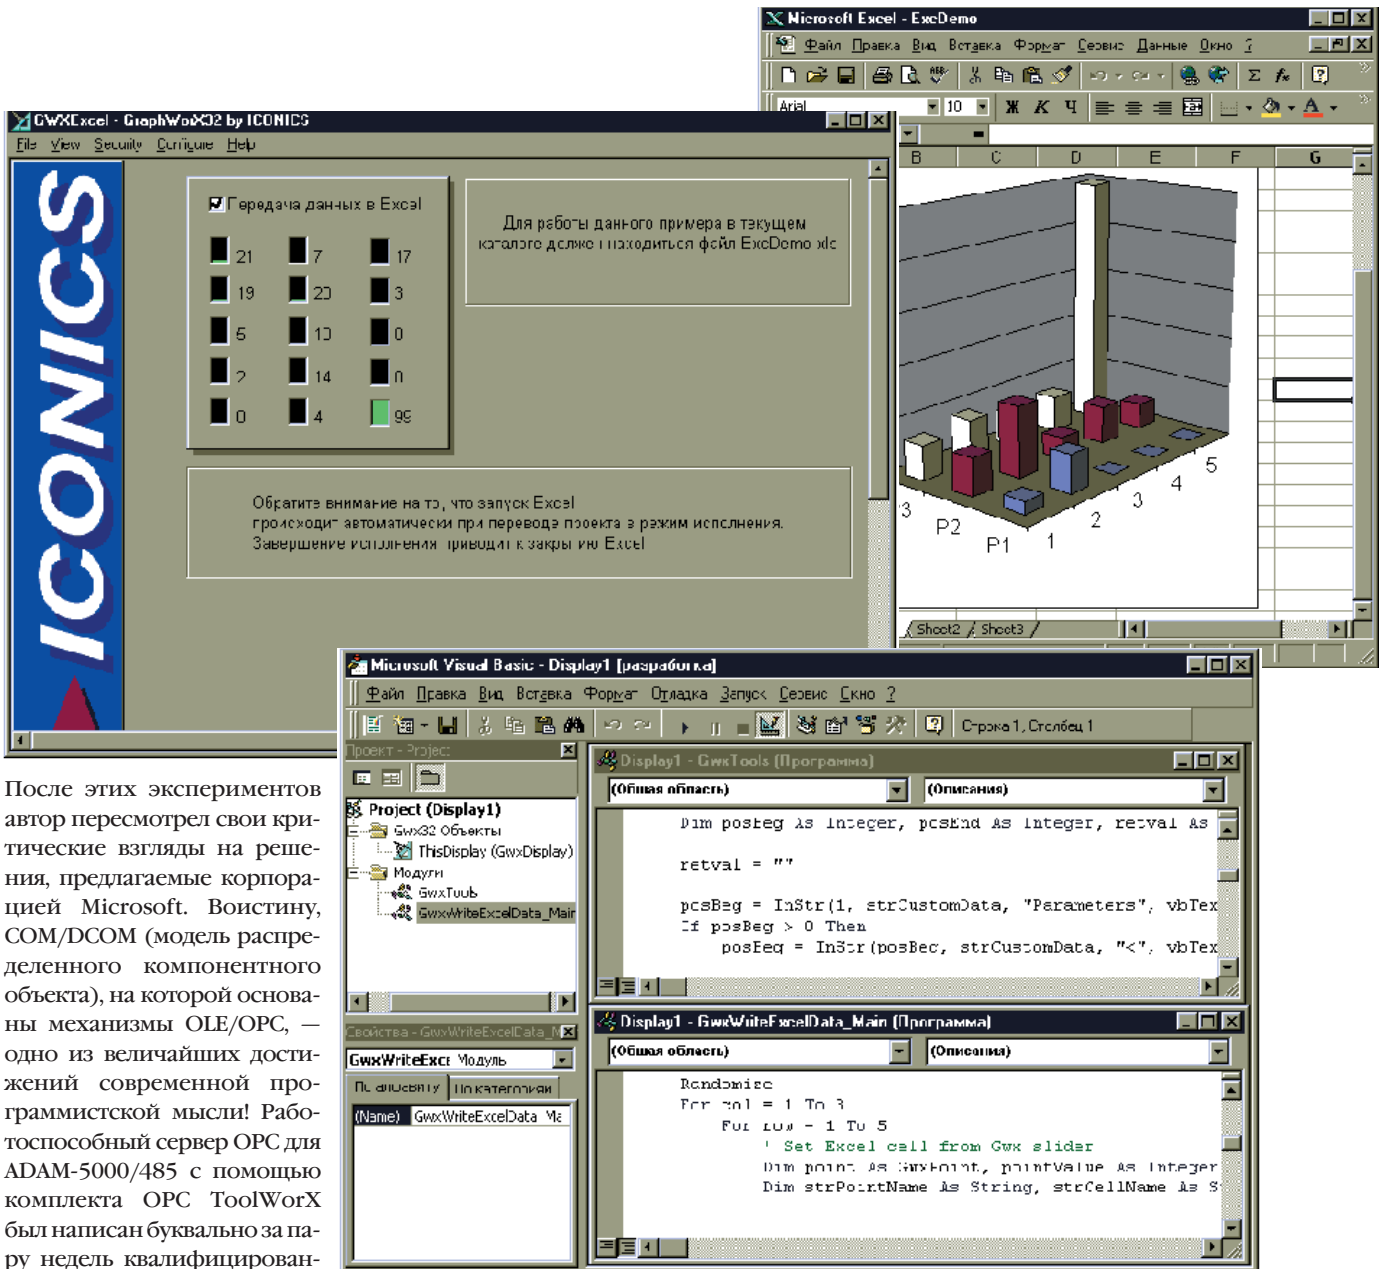

Рис. 23. Пример обмена данными между GraphWorX32 и Microsoft Excel
- обмениваться данными с другими приложениями Windows и драйверами аппаратуры (рис. 23).